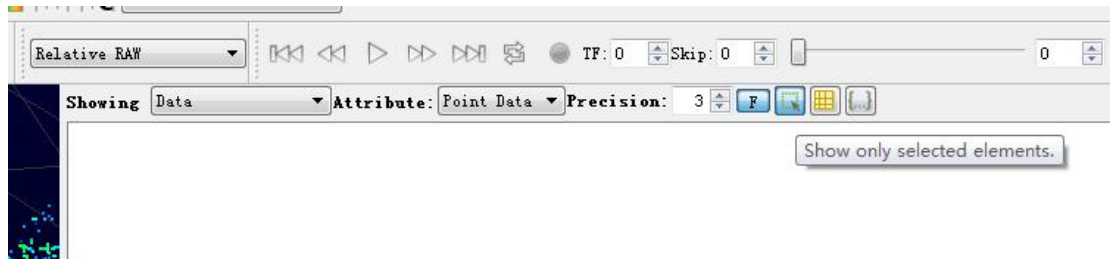

图 C-10 RSView show only elements 工具
7. 点击 Spreadsheet 中的 **Show only selected elements**，可以得到所选择点对应的数据，当然如果没有选择，表格将为空(图 C-10)。